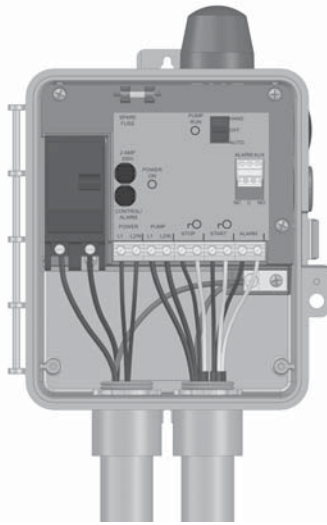

FIGURE 4
3. Déterminez l'emplacement des conduits nécessaires sur le boîtier comme illustré sur la Figure 4. Vérifiez les codes électriques locaux et le diagramme pour déterminer le nombre de circuits d'alimentation requis.